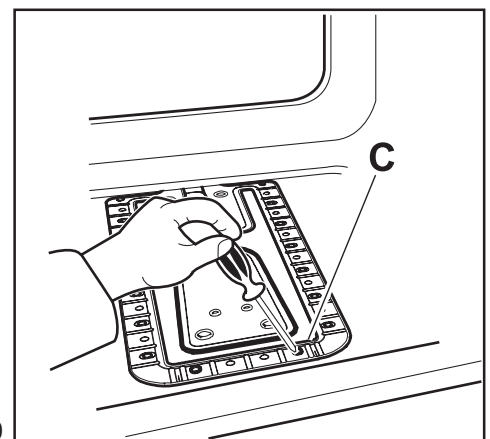

Fig. 29
2. Svitare la vite di fissaggio del bruciatore del forno (Fig. 29 - C) e rimuovetelo.